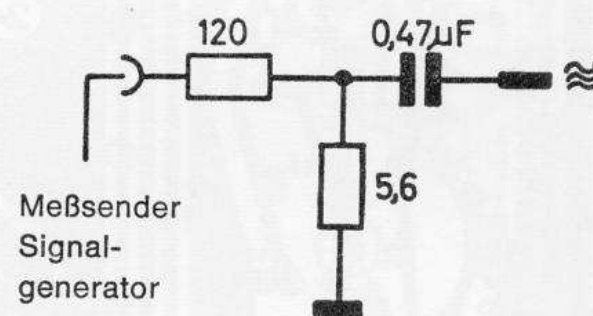

Fig. 3
- 6.6 Beim AM-ZF-Abgleich Spannungsteiler, Fig. 3, verwenden.
- 6.6 For AM-IF alignment use voltage divider, see fig. 3.